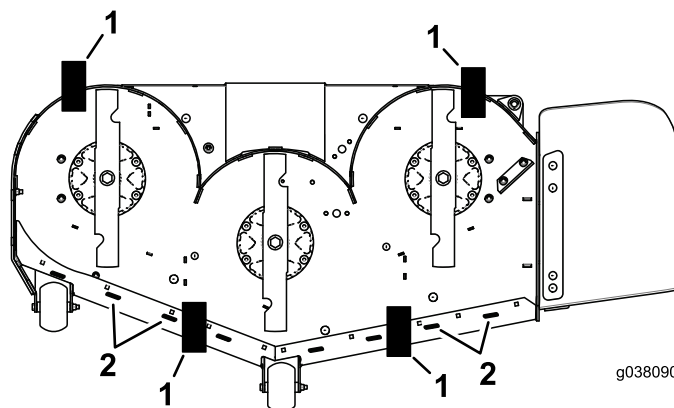

Figura 88
11. Amplasați 2 blocuri (consultați tabelul privind înălțimea blocului i cuitul pentru tuns) sub marginea din spate a punii de tăiere, câte unul pe fiecare parte a punii de tăiere (**Figura 88**).